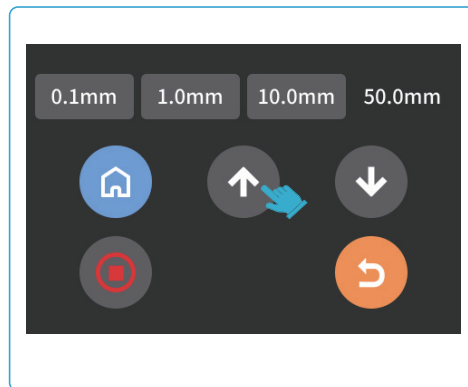

Abbildung 11
5. Kehren Sie zur Seite **Manual** zurück und heben Sie die Z-Achse mit der Taste **auf** um etwa 100 mm an (siehe Abb. 11). Achten Sie beim Bewegen der Druckplatte auf die Position der Sonde: Drücken Sie die Sonde vor dem Anheben von Hand nach unten, damit das Gerät nicht beschädigt wird.